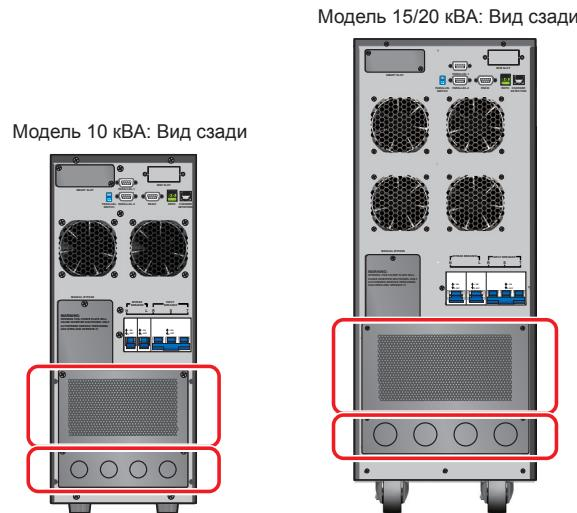

Рис. 6-10. Местоположение защитных панелей
- 1 Снимите защитные панели, показанные на *Рис. 6-10*, за ними находится блок зажимов для подключения, представленный на *Рис. 6-12*.